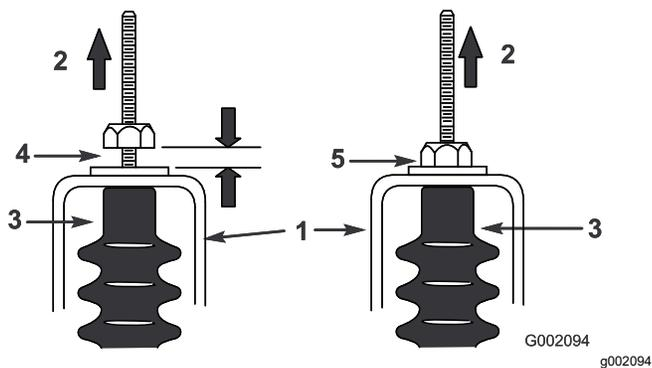

Figura 65
5. Puxe cada cabo de mudanças para se certificar de que existe folga de 0,76 a 1,52 mm entre a porca/anilha e o suporte neutro (Figura 65).